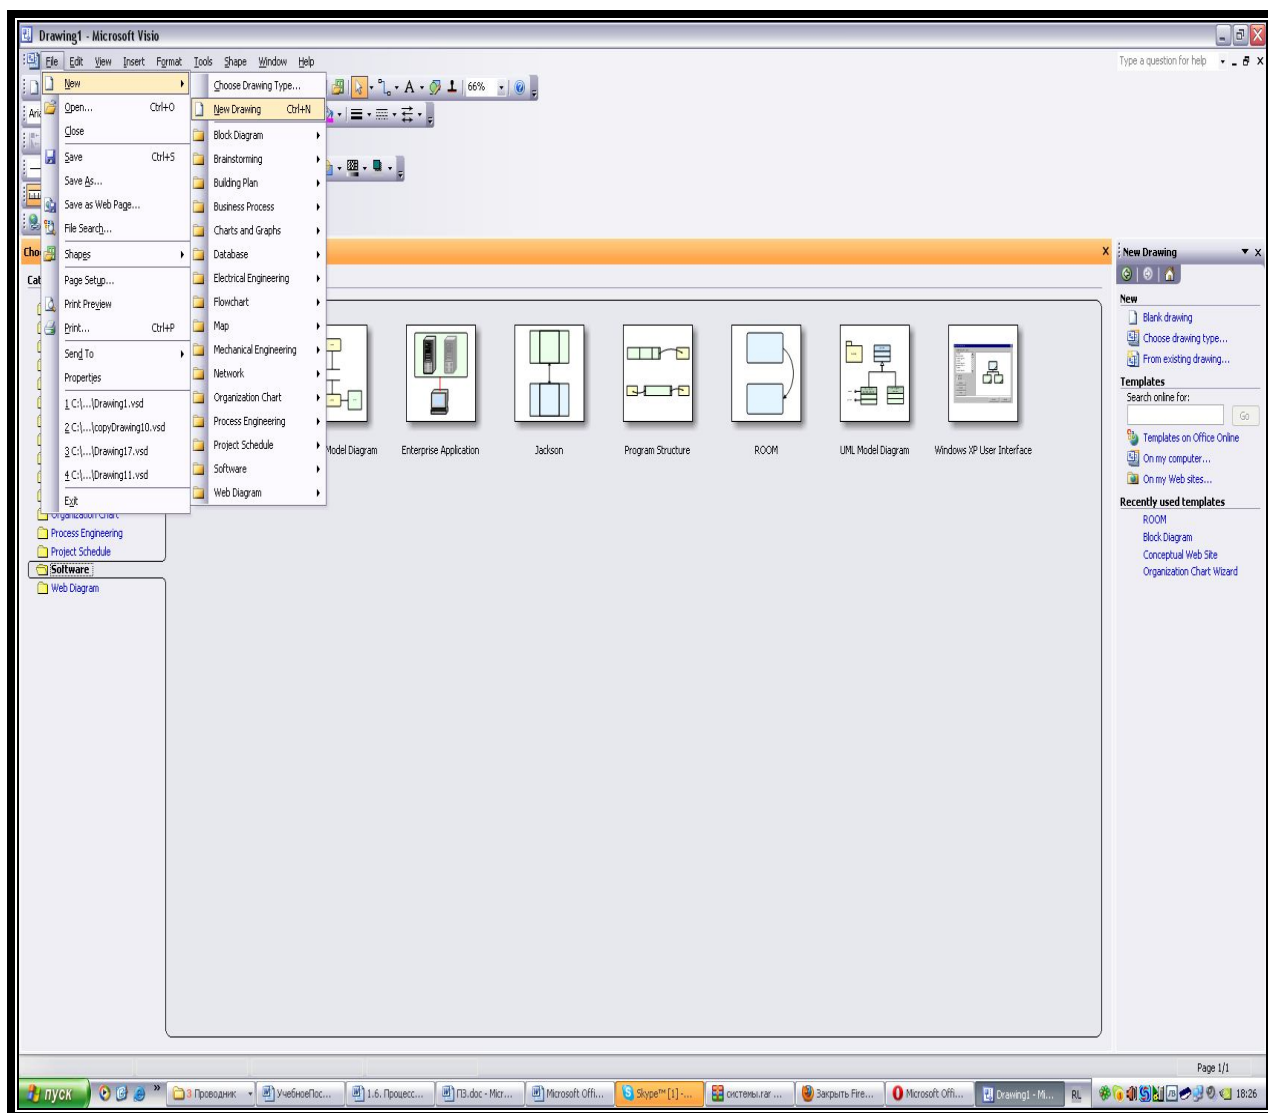

Рис. 47. Стартовый экран программы Visio
1. Запустите программу: Пуск - Программы - Microsoft Office - Microsoft Office Visio. Выбрать команду меню **File – New – New drawing** (рис. 47).